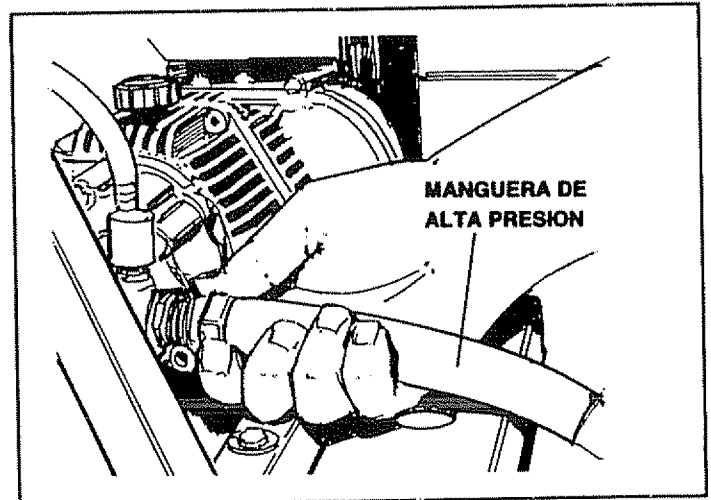

FIG. 6
- Conecte el otro extremo de la manguera de alta presión al acople metálico superior de la bomba. Aprieta con la llave ajustable (Fig. 6).